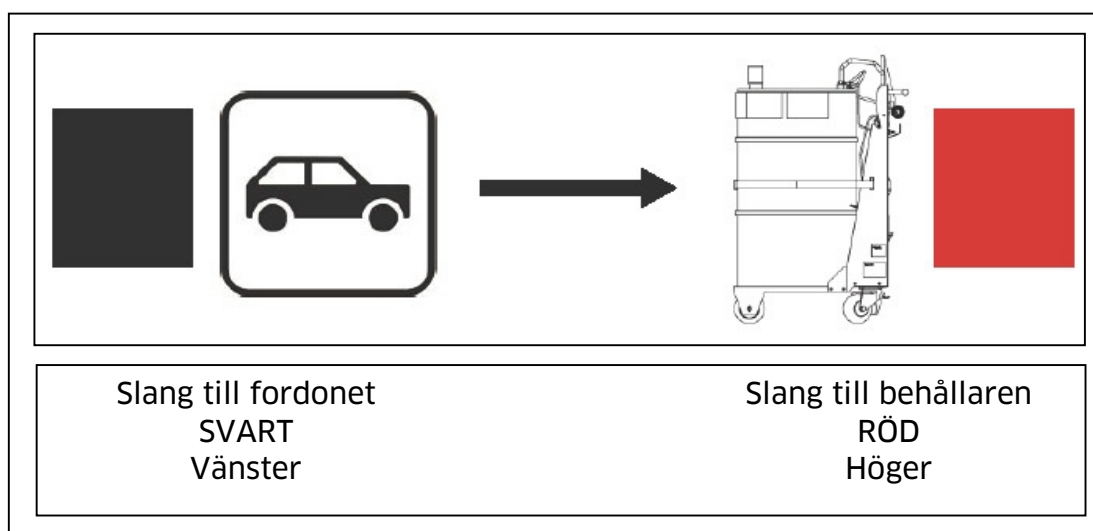

Figure 4
3. Koppla matningsslangarna för driftsätt "utsugning", se bild 4.